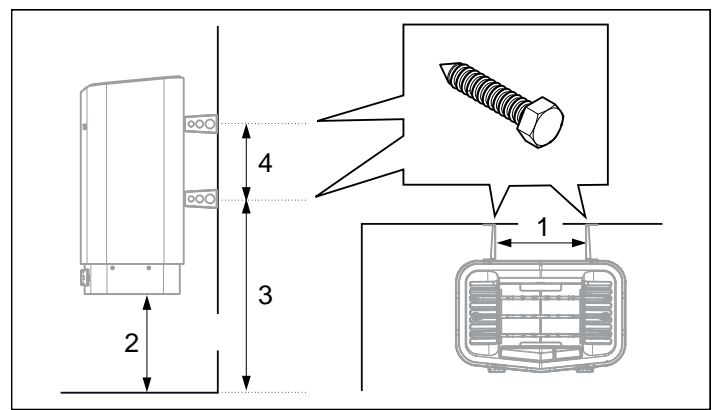

Рисунок 11: Размеры
- Разместите винты для кронштейнов согласно указанным размерам (Рис. 11).